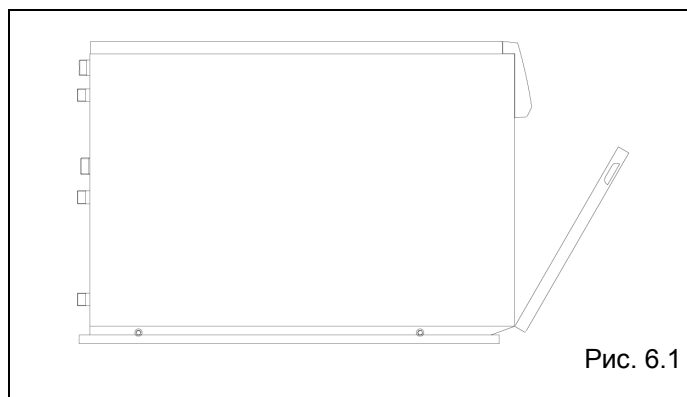

Рис. 6.1
- Снимите переднюю панель облицовки (рис. 6.1)